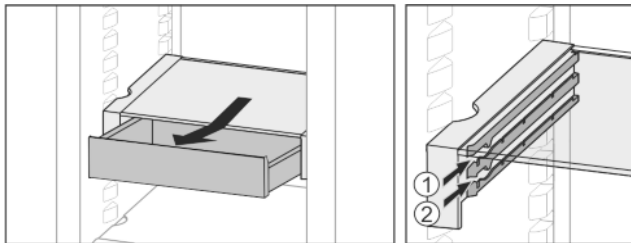

Fig. 21
- ▶ In beliebiger Höhe *Fig. 21 (1)* oder *Fig. 21 (2)* einschieben.